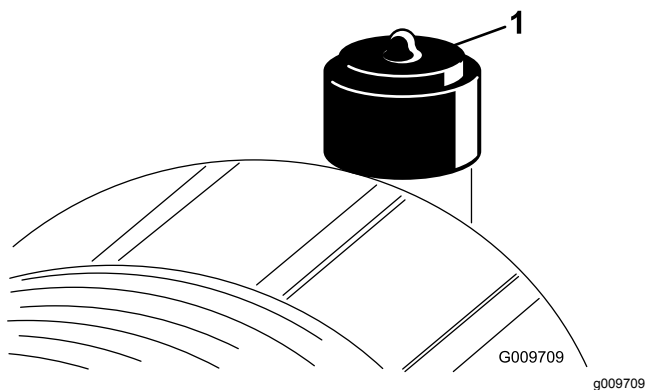

Figure 55
Faites l'entretien du filtre à air uniquement quand l'indicateur de colmatage indique que cela est nécessaire (Figure 55). Changer le filtre à air prématurément ne fait qu'accroître le risque de contamination du moteur par des impuretés quand le filtre est déposé.
2. Réarmez l'indicateur de colmatage (Figure 55) s'il est rouge.